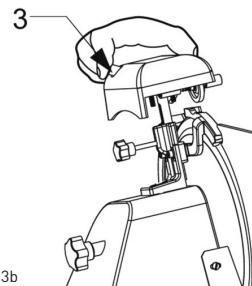
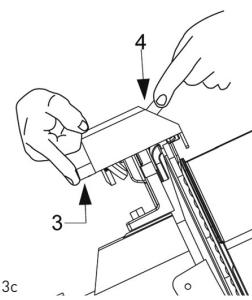

Fig. 3b
Fig. 3c
- Mettre la trancheuse en marche, en positionnant le bouton dans la position „I“ (ON);
- Appuyez le bouton (pos.3, Fig. 3b), laissez la lame frotter contre l'affûteuse pendant environ 30/40 secondes jusqu'à ce que sur le bord de la lame vous allez créer une bavure ;
- Appuyez simultanément deux boutons (pos. 3 et 4, Fig. 3c) pendant 3-4 secondes , ensuite relâchez-les dans le même temps. Fig. 3b